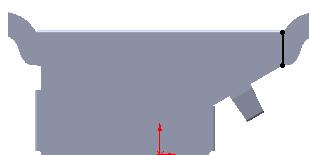
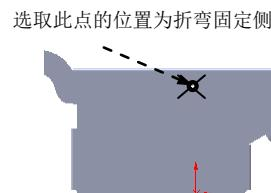

图 6.32 折弯线
图 6.33 固定侧的位置
② 定义折弯线草图。在草图环境中绘制图 6.32 所示的折弯线。
③ 选择下拉菜单 **插入(I)** → **退出草图** 命令，退出草图环境，此时系统弹出“绘制的折弯”对话框。
④ 定义折弯固定侧。在图 6.33 所示的位置处单击，确定折弯固定侧。
⑤ 定义钣金参数属性。在 **折弯参数(P)** 区域的 **文本框** 中输入折弯角度 30.0，在 **折弯位置:** 区域中单击“折弯在外”按钮 。在 **文本框** 中输入圆角半径值 0.5。
⑥ 单击 按钮，完成绘制的折弯 3 的创建。